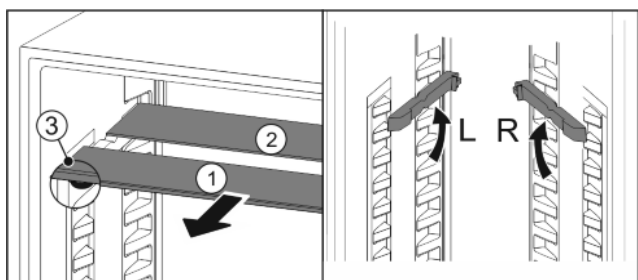

Fig. 19
- ▶ estrarre i ripiani di vetro singolarmente tirando in avanti Fig. 19 (1).
- ▷ Il ripiano di vetro Fig. 19 (1) con i fermi appoggia anteriormente.
- ▷ I fermi sono rivolti verso il basso Fig. 19 (3).